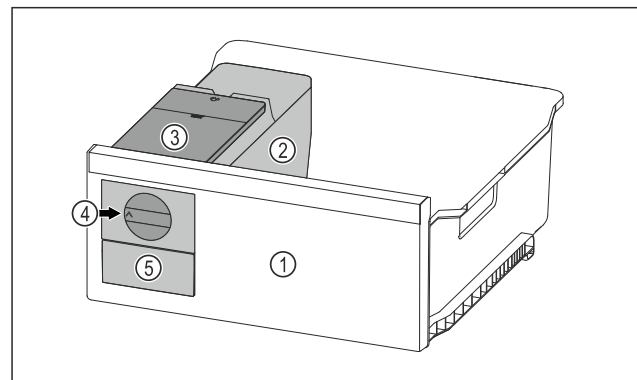

Fig. 71 Примерное изображение
- ▶ Поверните поворотную кнопку Fig. 71 (4) по часовой стрелке до упора.
- ▷ Кубики льда упадут из ванночки для кубиков льда в выдвижной ящик для кубиков льда Fig. 71 (5).